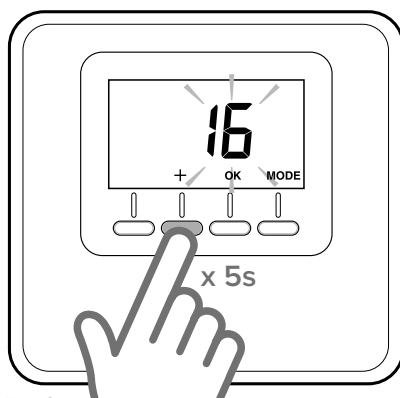

Fig. 6
- Pulsar la tecla “+” en el sensor ambiente (Fig. 6) 5 segundos. El display alterna la visualización de la versión del software con el índice de modificación.